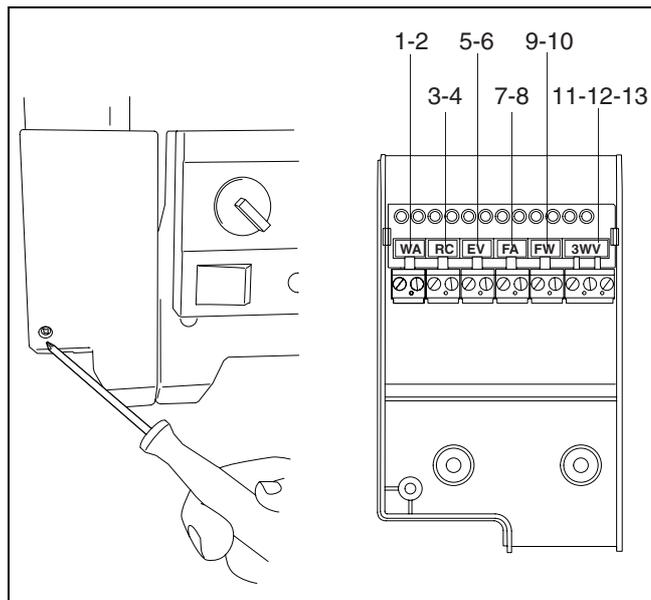

Fig. 12 Morsettiera scatola dei collegamenti
- Svitare la vite a stella sulla scatola dei collegamenti (fig. 12, pos. 14) e staccare il coperchio della scatola.
La morsettiera nell'apparecchio è dotata di diversi punti di connessione per l'allacciamento di diverse componenti elettriche (esterne). Nell'elenco che segue sono indicate le componenti che possono essere allacciate all'apparecchio (fig. 12).